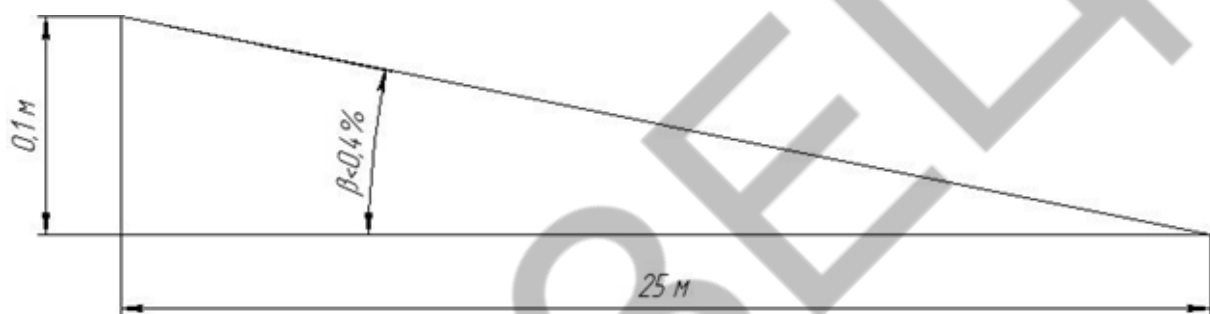

Рисунок 2
18.3 Монтаж оборудования должен производиться на поверхность площадки, уклон которой не превышает угла  $\beta$ , в противном случае выполнить установку изделий, согласно схеме монтажа, с указанными заглоблениями, будет невозможно (рисунок 2).